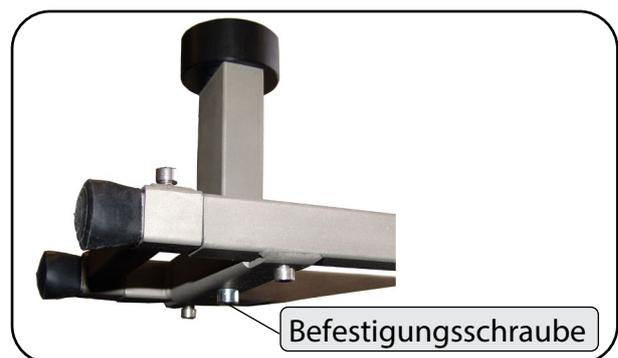

Abbildung 30
2. Befestigen Sie die Wannenauflagenerhöhung mit einer Befestigungsschraube M8 an der Druckstückaufnahme (Abbildung 30).